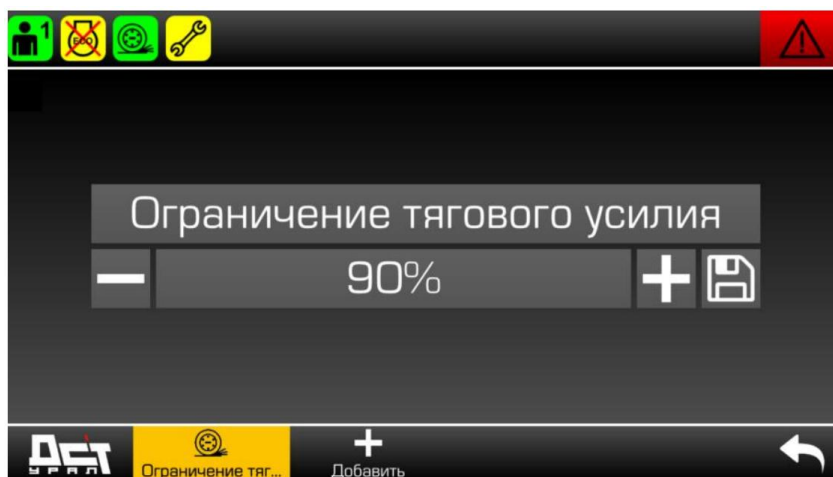

Рисунок 3.78. Настройка ограничения тягового усилия
- ▶ Откройте страницу «Ограничение тягового усилия», см. рис. 3.78.